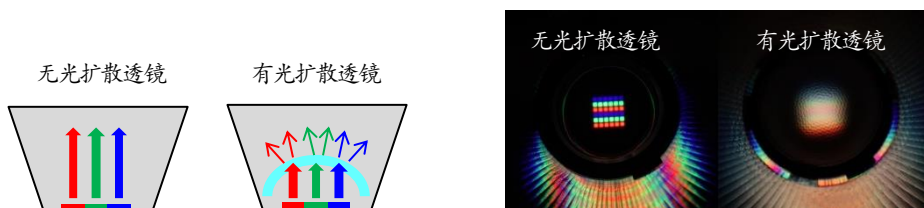

图 21. 有无使用光扩散透镜时的示意图和发光面照片
- 方法① (如表 6): 混光不均, 发光色分离。另外单色亮灯时也有辉度不均。
- 方法② (如表 7): 和方法①相比, 混光不均大幅改善, 但是如果加大 LED 间距, 会出现混光不均。
- 方法③ (如表 8): 混光不均较轻, 但是辉度不均较严重。这可能因为未点亮 LED 数多于其他方法。
为了抑制混光不均和亮度不均, 可以使用方法②均匀排列 LED 以便在发光面上实现均匀混光。而如果像方法①在发光面上存在色差, 那么在照射面上也会容易出现混光不均。如果想进一步抑制混光不均、亮度不均, 可以在靠近发光面处使用光扩散透镜 (如图 21)。但是需要注意这可能会导致光通量和光强度下降。